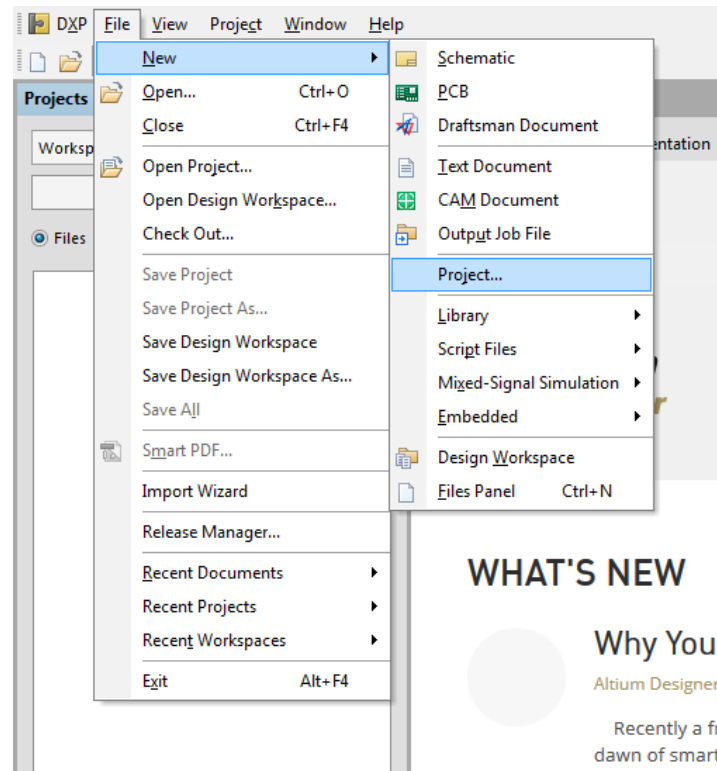

Рис. 1.2
1) Створить новий проект виконавши команди **File-New-Project**(Рис. 1.2).